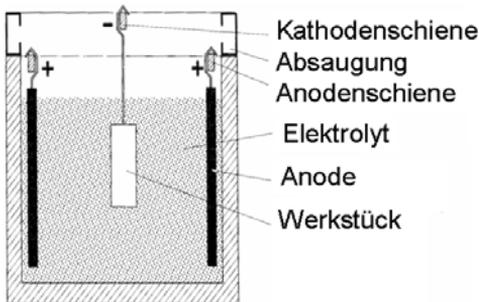

Bild 14 Aufbau eines galvanischen Bades
- b) Die wesentlichen Teile einer Anlage zur galvanischen Beschichtung sind im Bild 14 dargestellt. Zusätzlich enthält die Beschichtungsanlage Fördertechnik zum Versetzen der Gestelle mit Werkstücken zwischen den Bädern und einen Bereich zum auf- und abhängen der Werkstücke auf die Gestelle.